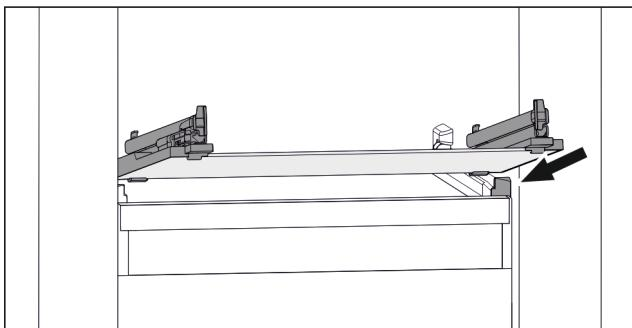

Fig. 154 Примерно изображение на стъклена плоча
- Поставете стъклена плоча под ъгъл зад ограничителите. (вж Fig. 154)